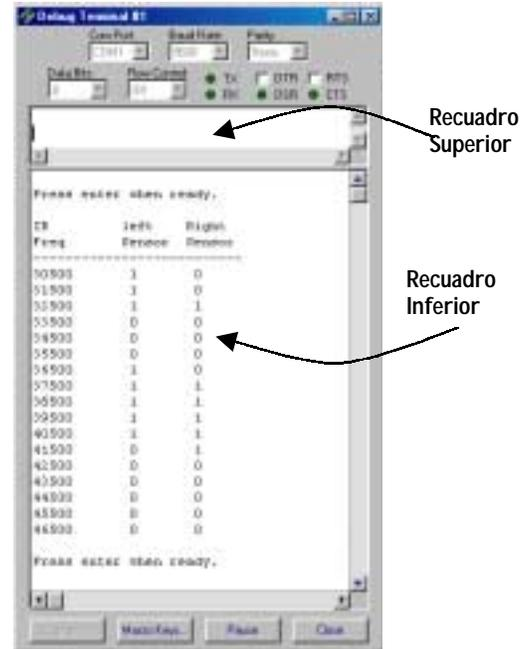

Figura H.3 Debug de datos de frecuencia.
- ❑ Haga clic en el recuadro superior que se muestra en la Figura H.3.
El BASIC Stamp ha sido programado para hacer que el Debug Terminal muestre un "1" si se detecta un objeto y un "0" si no es así. La Figura H.3 muestra que la región del sensor izquierdo de buena respuesta a la señal, es entre 36500 y 40500. Para el sensor derecho, la respuesta en frecuencia es más sólida entre 37500 y 41500.
- ❑ Modifique el bucle `for...next` del Programa H.2 para que de pasos en incrementos de 250 e incluya los límites superior e inferior de ambos detectores. En el ejemplo mostrado en la Figura H.3, los valores de *inicio*, *final* y *paso* del bucle `for...next` podrían ser modificados de la siguiente forma: